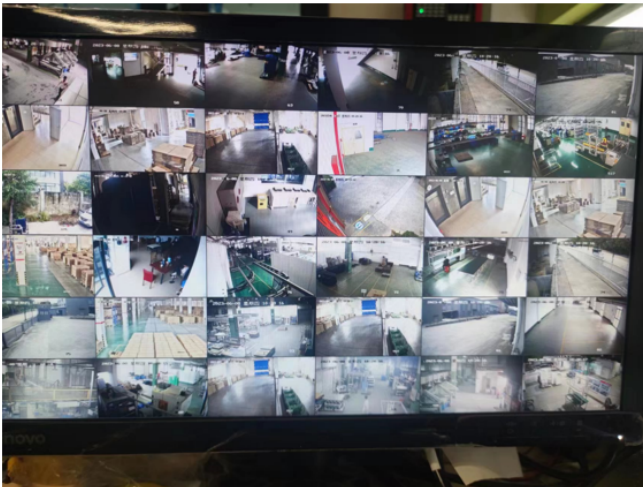
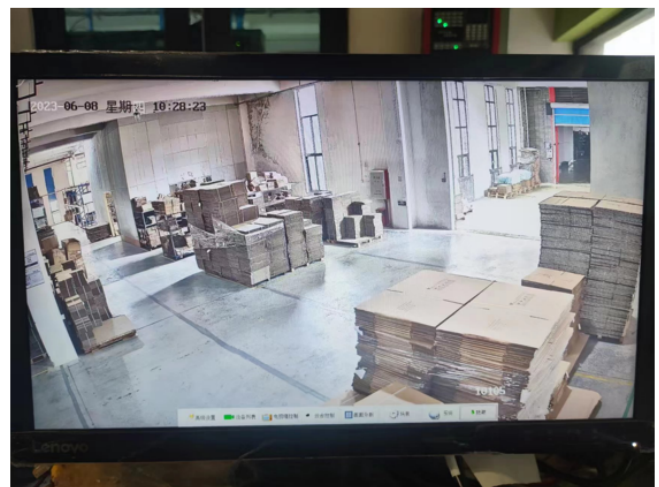

图1
图2
**操作简介:** 以图1所示, 会对监控画面进行轮播显示 (一个画面停留10秒), 双击画面会变成图2, 进行放大轮播。